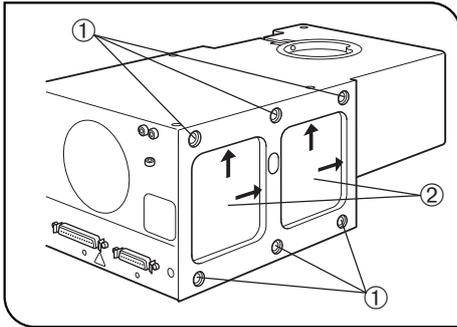

Abb. 18
(Abb. 18 & 19)
- Die Installationsschnittstelle an der Unterseite des Kondensators weist einen Positionierausschnitt ④ auf. Für die Standardmontage den Auflichtkondensator mit Hilfe des Ausschnitts nach oben und nach rechts schieben.
- Die 6 Schraubenbohrungen (Abb. 18) an der linken Seitenwand mit den mitgelieferten Dichtungen verschließen, um Streulicht und das Eindringen von Staub zu verhindern.